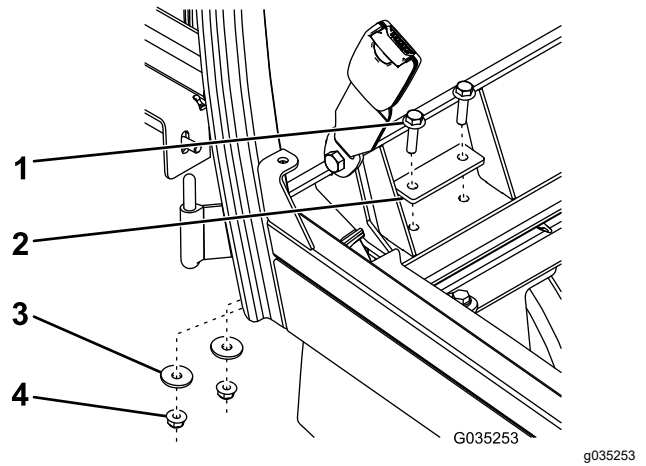

Figure 13
- Fixez l'arrière du cadre de la cabine sur les supports gauche et droit à l'aide de 4 boulons à embase ( $\frac{5}{16}$  x  $1\frac{1}{4}$  po), 2 plaques de support, 4 rondelles plates et 4 contre-écrous à embase ( $\frac{5}{16}$  po), comme montré à la Figure 13.